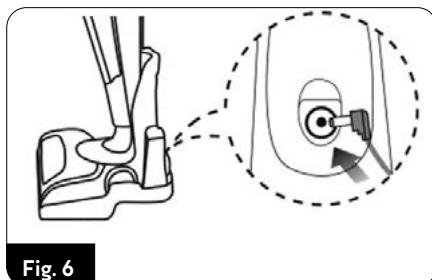

Fig. 6
1. Collegare il cavo di ricarica (17) alla presa di ricarica (20) sulla docking station (Fig.6).